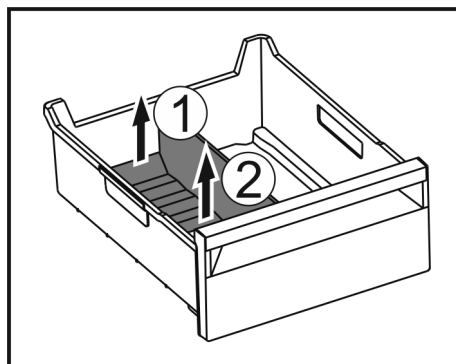

Fig. 208
- ▶ Dvignite zadnji del pregrade predala za led. Fig. 208 (1)
- ▶ Pregrado predala za led odstranite navzgor. Fig. 208 (2)